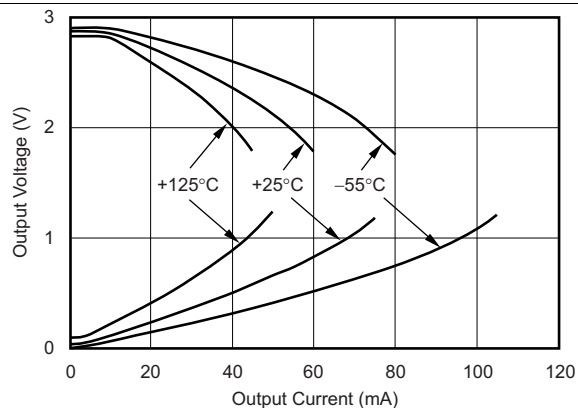
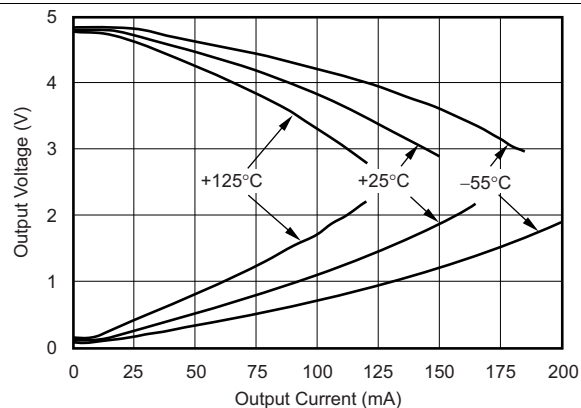
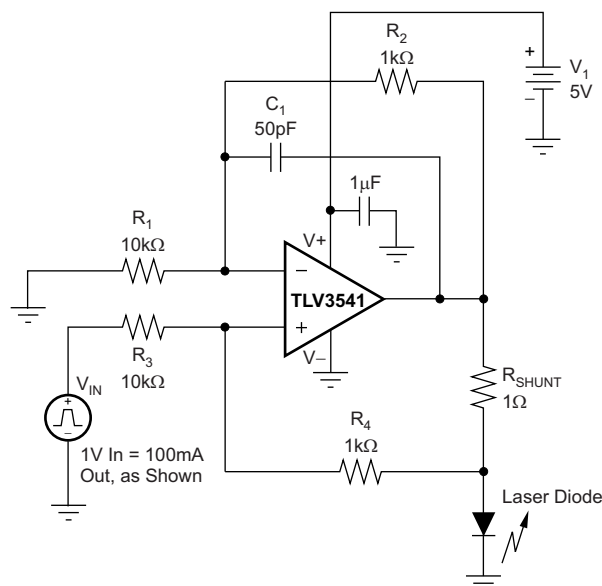
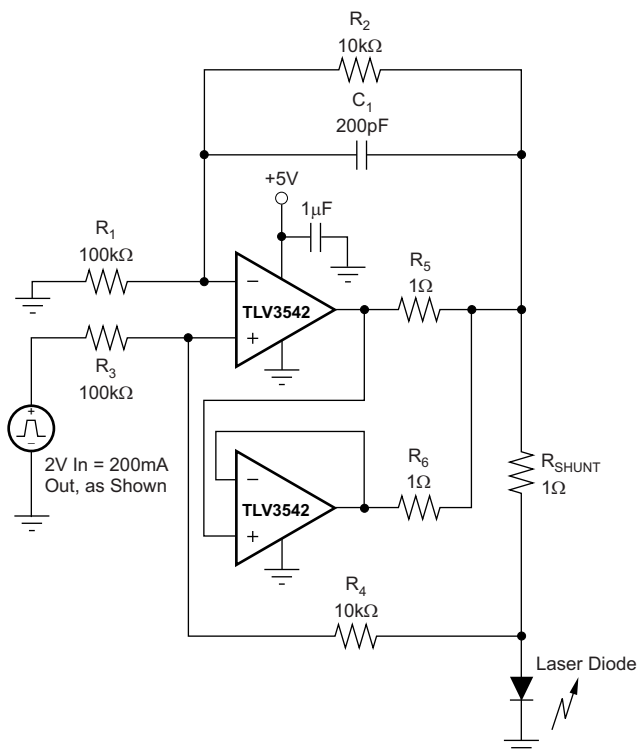

图 13.
图 14.
图 20. 激光二极管驱动器
图 21. 并行运行
(1) 请参阅有关输出电压摆幅与输出电流间的关系 (图 13 和 图 14) 的典型特性曲线。
(2) 根据设计确定。
(3) 在此温度范围内工作将不会损坏部件。不过, 可能出现性能下降。
采用具有共源晶体管的 AB 类输出级来实现轨至轨输出。对于高阻抗负载 ($> 200\Omega$), 输出电压摆幅通常在距离电源轨 100mV 范围内。在 10Ω 负载下, 可在保持高开环增益的同时实现有用输出摆幅。请参阅有关输出电压摆幅与输出电流间的关系 (图 13 和 图 14) 的典型特性曲线。
TLV354x 输出级可提供 $\pm 100\text{mA}$ 的持续输出电流, 并且在 5V 电源供电的条件下提供大约 2.7V 的输出摆幅, 如图 20 中所示。为确保最大可靠性, 不建议运行超过 $\pm 100\text{mA}$ 的持续直流电流。请参阅有关输出电压摆幅与输出电流间的关系 (图 13 和 图 14) 的典型特性曲线。如需提供大于 $\pm 100\text{mA}$ 的持续输出电流, 可将 TLV354x 并行运行, 如图 21 中所示。